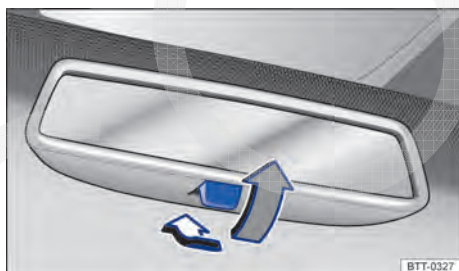

Fig. 102 No para-brisa: espelho retrovisor interno com antiofuscante manual.
- Para evitar o ofuscamento, puxar a alavanca para trás → Fig. 102.